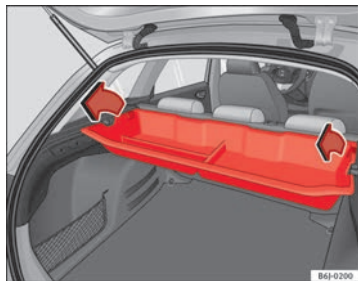

Fig. 96 Démontage du tiroir de rangement
- Retirez la plage arrière et tirez le tiroir de rangement vers le haut par ses extrémités → fig. 96.